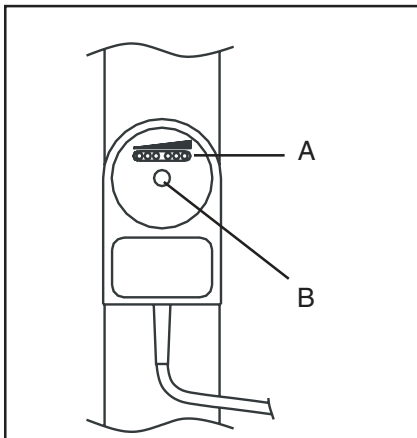

Fig. 15
Atención: Compruebe que el interruptor de caudal se ha colocado correctamente, véase fig. 15. El interruptor de caudal se debe colocar paralelo a la tubería de modo que el cable salga en la dirección del caudal.
No necesita mantenimiento. Consulte el apartado 3 y la fig. 15. Si el interruptor de caudal está defectuoso, se debe sustituir por otro.
4. Destornille el tornillo de nailon B (fig. 15).
5. Compruebe que el interruptor de caudal se encuentra en la posición correcta (véase fig. 15).